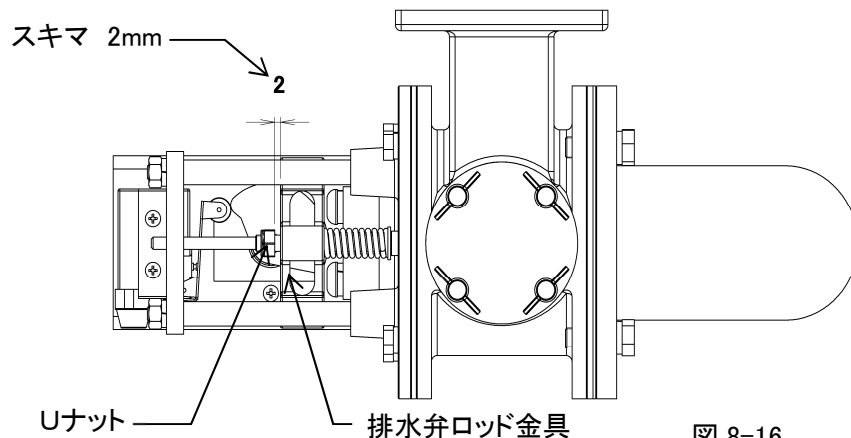

図 8-16
- ・排水弁の押し代調整をおこないます。(図 8-16)
- ・⑱排水弁ロッド金具と⑳Uナットとのスキマが 2mm になるようにナットを調整します。